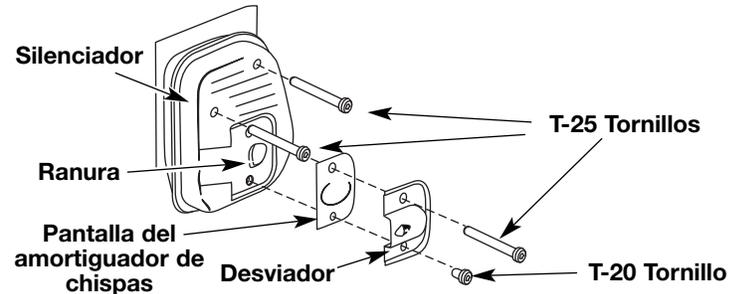

Fig. 35
- Con un destornillador de vástago plano o broca Torx T20 o Torx T25, saque el 4 tornillo que conecta la cubierta del amortiguador de chispas al silenciador (Fig. 35).